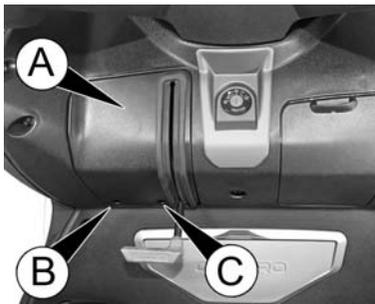

fig. 2
- retirez le couvercle A fig. 2 en dévissant les vis B et C ;